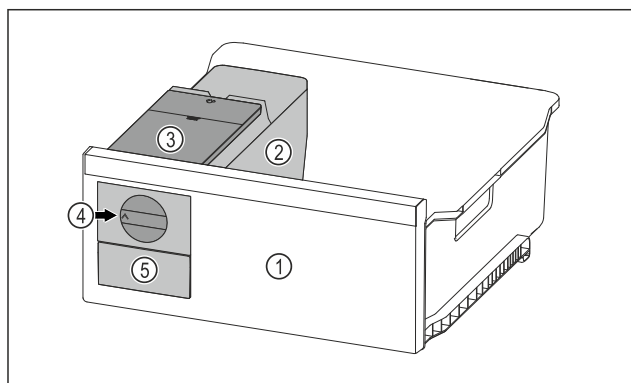

Fig. 151 Beispielhafte Darstellung
- ▶ Drehknopf *Fig. 151 (4)* im Uhrzeigersinn bis zum Anschlag drehen.
- ▶ Eiswürfel fallen aus der Eiswürfelschale in das Eiswürfel Schubfach *Fig. 151 (5)*.